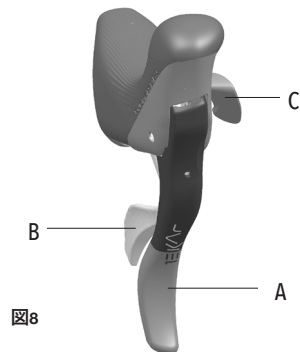

図8
- ・ 左側エルゴパワーのレバーB (図8) はフロント・ディレイラーを動作させ、チェーンをアウター・チェーンリングに移動させます。
- ・ レバーB (図8) を一気に押し込むと、一回の動作で、スプロケット上のチェーンを多段変速することができます (スプロケット3段までのアップシフト)。
- ・ 右側エルゴパワーのレバーBとレバーC (図8) は、スプロケット上のチェーンを、1回の動作で一気に移動させることができます (アップシフトは3段分、ダウンシフトはエルゴパワー ウルトラスィフトの場合、3段分)。